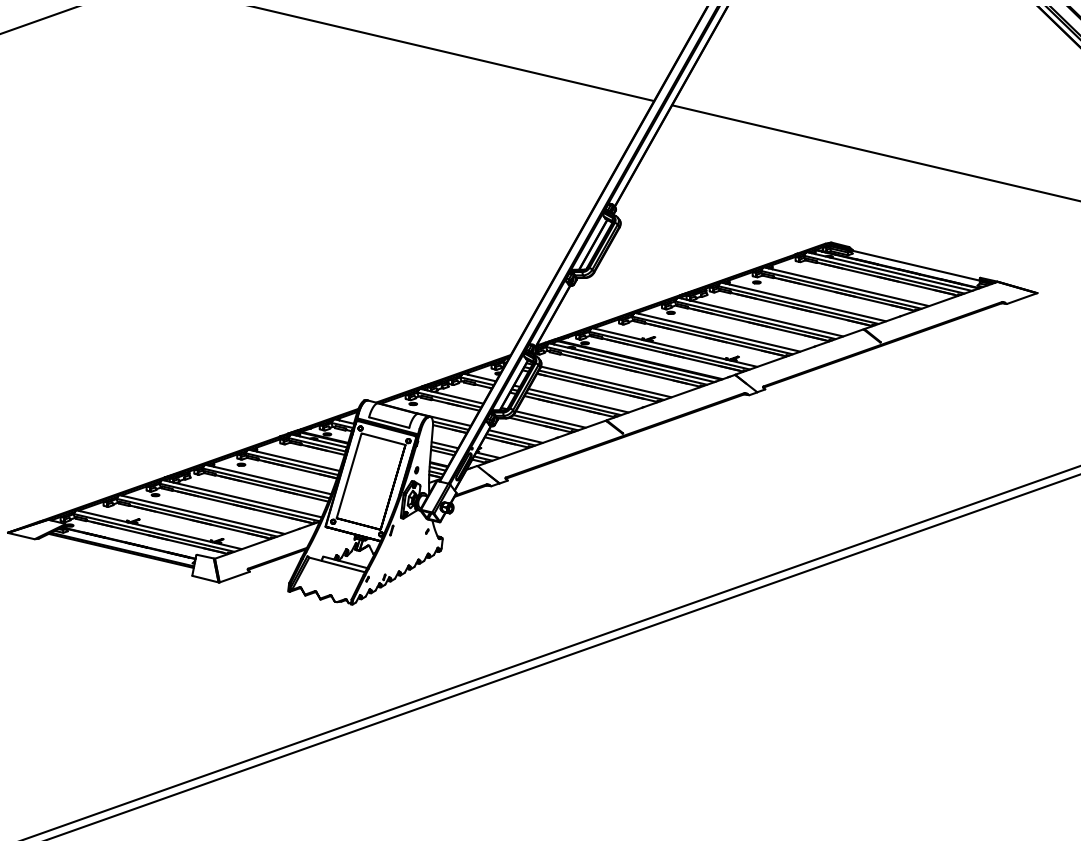

Figura 14
1. Coloque la calza en la placa de piso más alejada. Consulte la **Figura 14**.